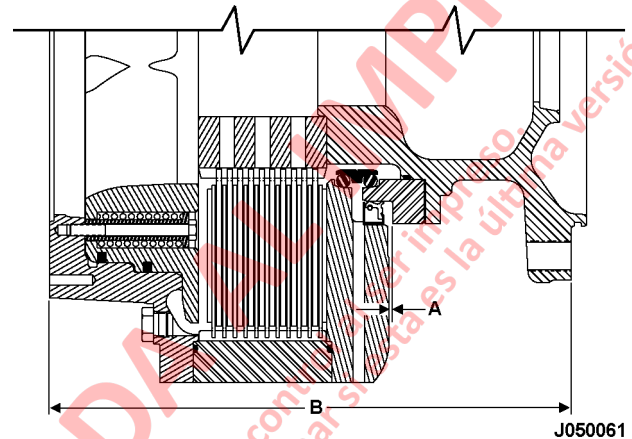

FIGURA 5-12. AJUSTE DE LA SEPARACIÓN DEL SELLO
27. Ajuste la separación del sello. Vea la Figura 5-12.